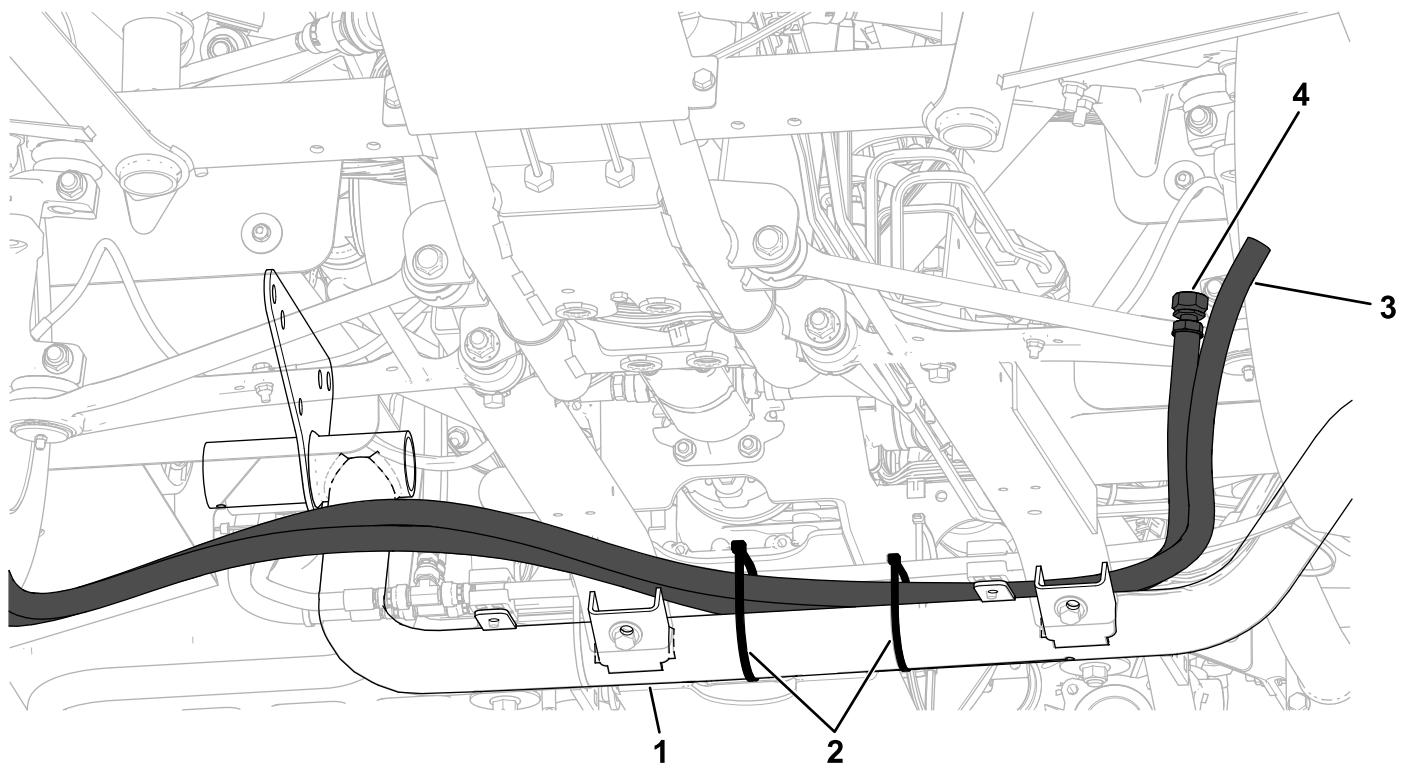

**Bild 17**
- Befestigen Sie den Schlauch ( $\frac{1}{2}$ " x 51") mit Anschlussstück am hinteren Anschlussstück des Kühlers und dem Anschlussstück unten am Ventil, wie in Bild 17 und Bild 18 dargestellt. Befestigen Sie den Schlauch mit einer kleinen Schlauchklemme am Kühleranschlussstück.
- Befestigen Sie den Schlauch ( $\frac{1}{2}$ " x 63") am vorderen Anschlussstück des Kühlers und am Anschlussstück des Hydraulikfilterkopfzulaufs, wie in Bild 17 und Bild 18 dargestellt. Befestigen Sie die Schläuche mit zwei kleinen Schlauchklemmen.